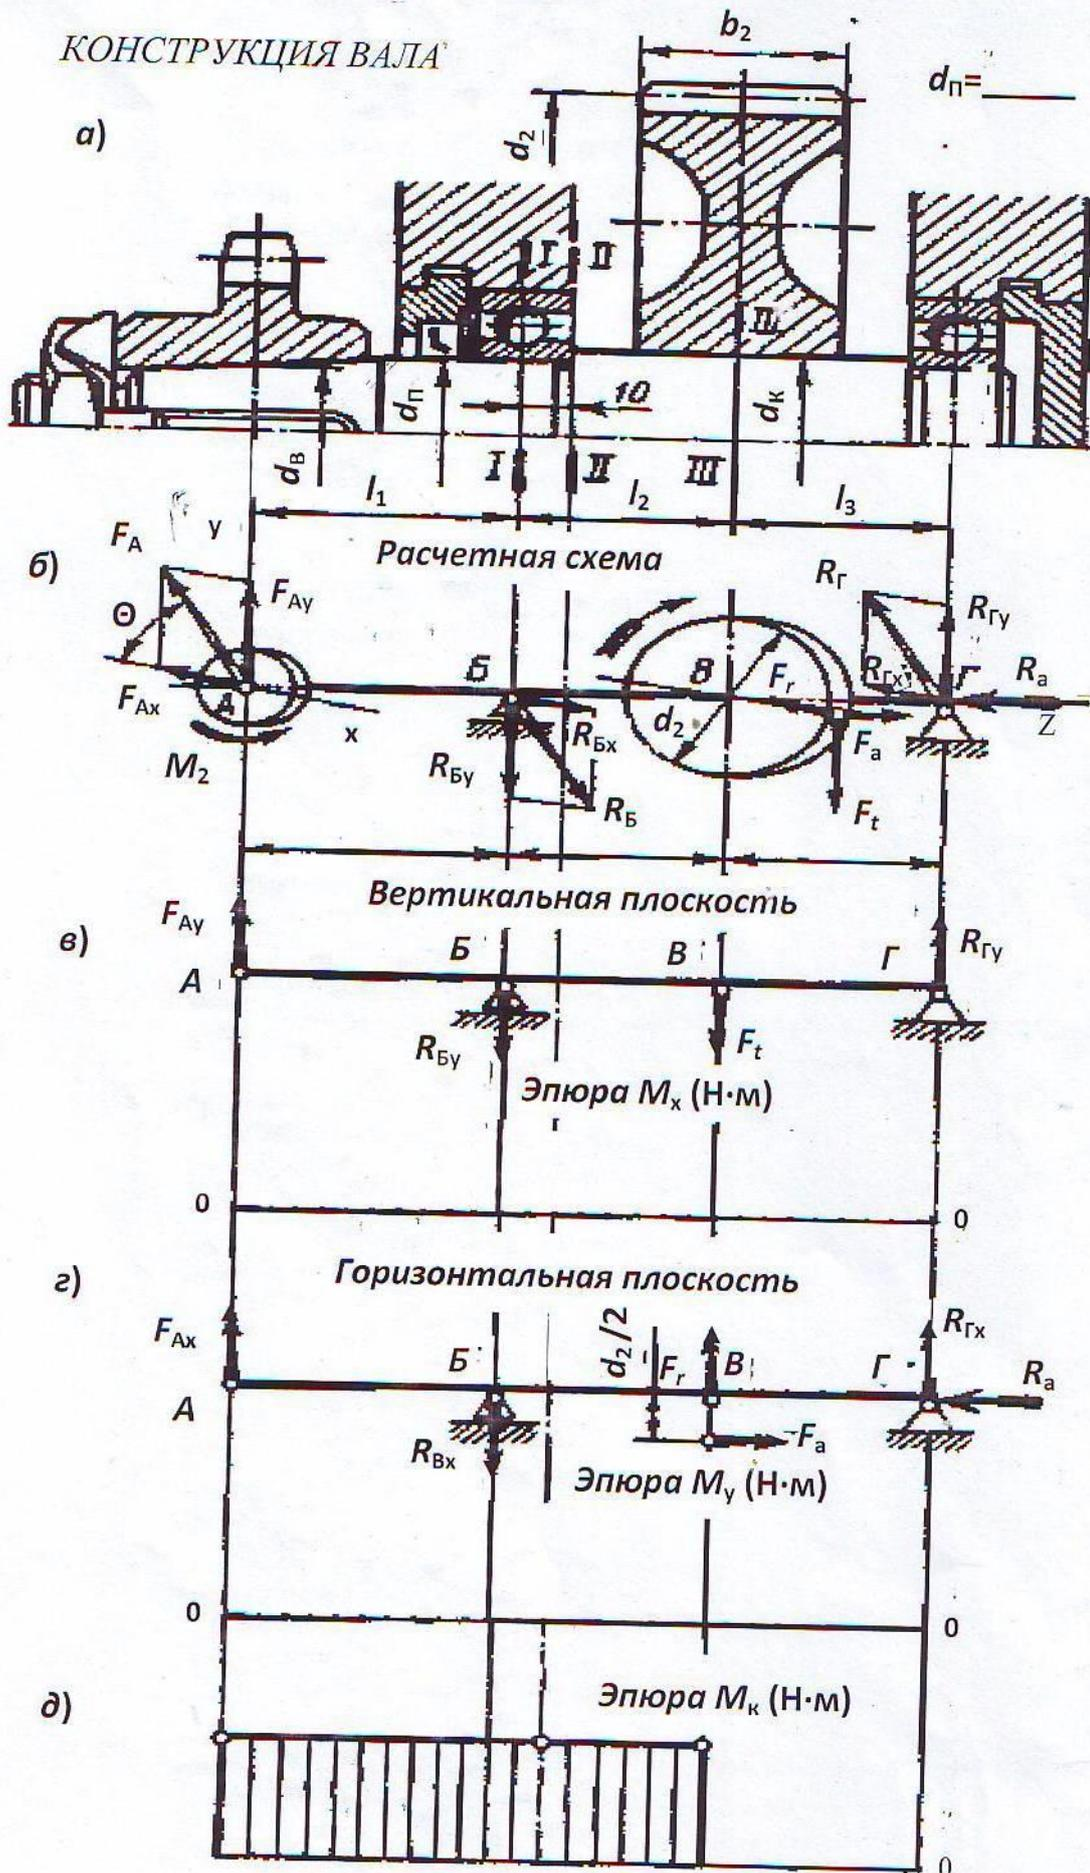

Рис. 5.9 Схема к расчету вала
## 2. Проверочный расчет вала (см. рис. 5.9)
2.2 Силу  $F_a$ , с которой цепная передача действует на вал, раскладываем на составляющие в вертикальной и горизонтальной плоскостях (рис.5.9б)
2.3 Определяем изгибающие моменты в опасных сечениях1 вала и строим эпюру в вертикальной плоскости (см. рис.5.9в). Определяем реакции опор, Н:
2.4 Определяем изгибающие моменты в опасных сечениях вала и строим эпюру в горизонтальной плоскости (см.рис.5.9г.):
2.6 Определяем крутящие моменты, Н·м, в опасных сечениях (см. рис.5.9,д)